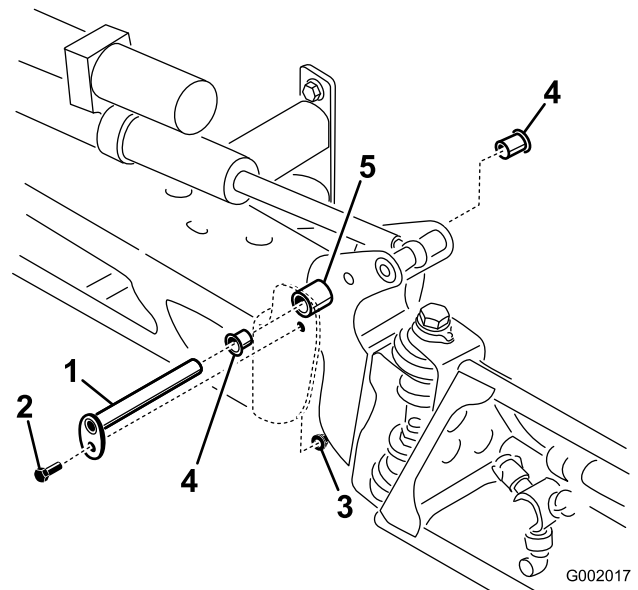

Figura 21
3. Con el peso del brazo sujeto, retire el perno y la tuerca que sujetan el pasador de giro al conjunto del brazo (Figura 21).
6. Retire los casquillos de nylon desde delante y desde detrás del soporte pivote e inspecciónelos (Figura 21).
8. Instale el conjunto de brazo y soporte pivote en el bastidor central, alineando los orificios (Figura 21).